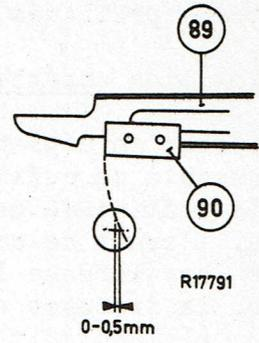

Fig.20
- a. Lorsque l'appareil est mis en circuit, la face avant du bloc de nylon monté sur le palpeur 89 doit se trouver à 0 - 0,5 mm devant le centre de l'axe du plateau. (Cerclé à partir du point de rotation du palpeur), voir la fig. 20.